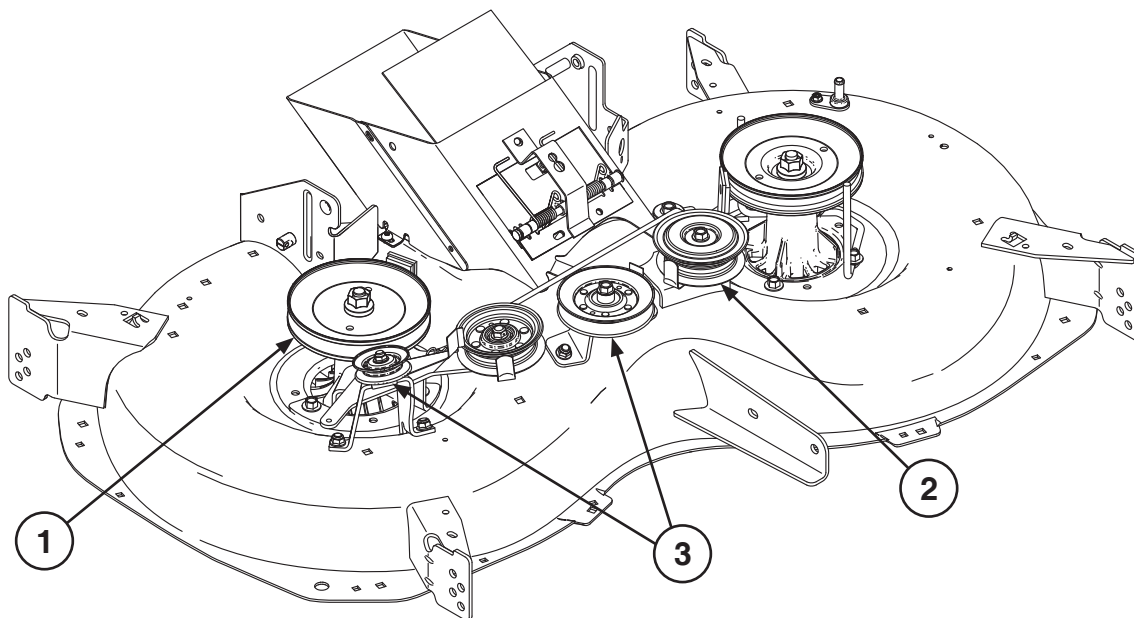

Fig. 5
- Ⓔ 7. Fäst remskivan på spindeln (1) med muttern och montera komponenterna för spännhjulsarmen enligt bilden. Sätt fast det vänstra fasta spännhjulet (2) på klippaggregatet igen (bild 5).
- Ⓝ 7. Fest snorhjulet til spindelen (1) med mutteren, og fest ledearmkomponentene som vist. Fest den stasjonære remskiven på venstre side (2) til klippeaggregatet på nytt (Se Fig. 5).
- Ⓓ 7. Fastgør remskiven til klingedornen (1) med møtrikken, og fastgør remstrammerarmens komponenter som vist. Fastgør igen den stationære styreremskive i venstre side (2) til klippeudstyret (se fig. 5).
- Ⓟ 7. Fixe a polia ao mandril (1) com uma porca e fixe os componentes do braço intermediário, conforme ilustrado. Fixe novamente a polia intermediária imobilizada do lado esquerdo (2) à plataforma (ver fig. 5).
- Ⓔ 8. Skruva fast hållarenheterna (3) på klippaggregatet (bild 5).
- Ⓝ 8. Fest boltbraketten (3) til klippeaggregatet (Fig. 5).
- Ⓓ 8. Fastbolt beslaget (3) til klippeudstyret (fig. 5).
- Ⓟ 8. Aparafuse os conjuntos de suporte (3) à plataforma (fig. 5).